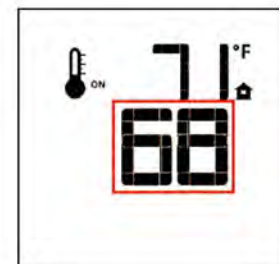

Figure 75. Modifier le réglage de température.
- Pour modifier le réglage de température, appuyez sur les touches fléchées «Haut» ou «Bas» jusqu'à ce que le réglage de température désiré soit affiché. Fig. 75.